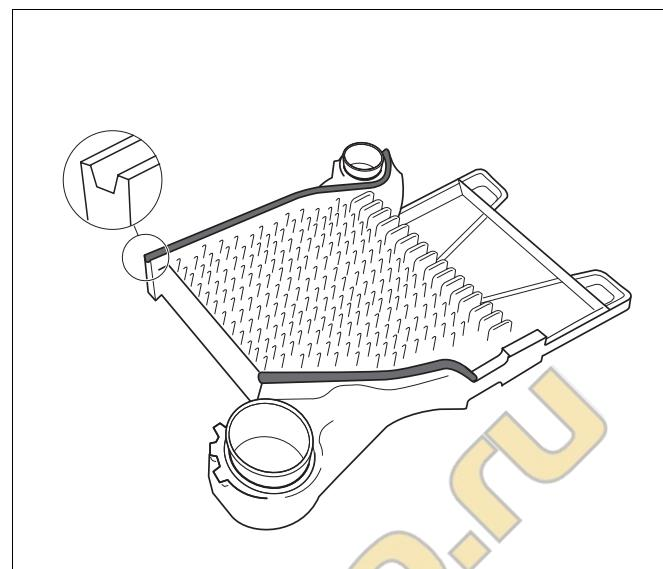

Рис. 10 Пазы с установленными уплотнительными шнурами
- Уложить эластичный уплотнительный шнур в пазы конечной секции, начиная с верхней ступицы, и слегка прижать его (рис. 10).